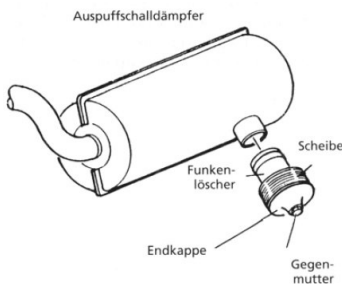

Abb. 40: Funkenlöcher
Schritt 1: Wenn sich der Flüssigkeitsstand der unteren Markierung nähert, so mit destilliertem Wasser (Abb. 40, Pos. 2) füllen, dass es an der oberen Markierung (Abb. 40, Pos. 1) steht. Wird der Betrieb mit unzureichender Batterieflüssigkeit fortgesetzt, wird die Batterielebensdauer verkürzt und die Batterie kann überhitzen und explodieren. Im Sommer den Flüssigkeitsstand häufiger als vorgegeben kontrollieren.